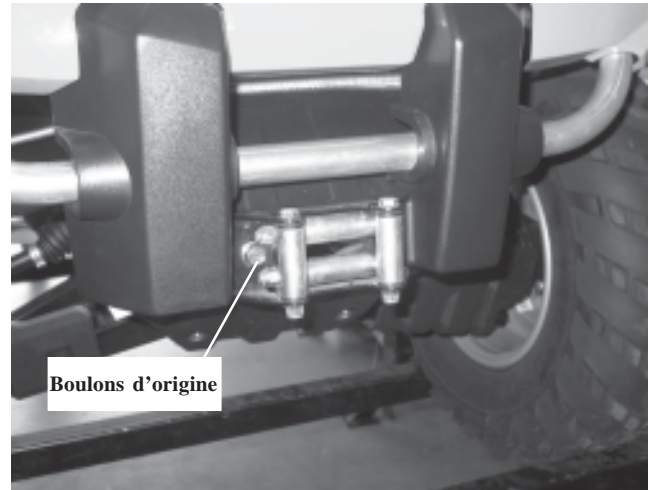

Figure 1
1. Retirez les boulons d'origine, pour le guide-câble, à l'aide d'une clé 15 mm et d'une douille 15 mm. Fixez le guide-câble sur le VTT à l'aide des boulons d'origine. Voir la Figure 1.